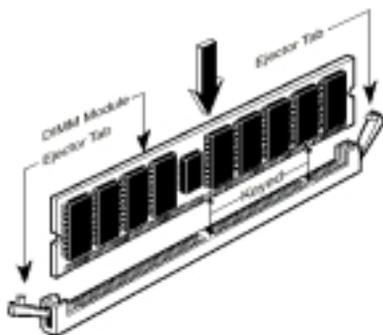

Abb. 2-6. Installation des Speichermoduls
Schritt 5. Setzen Sie das DIMM-Modul wie im Bild gezeigt in den Erweiterungssteckplatz. Achten Sie darauf, wie das Modul im Steckplatz sitzt. Schauen Sie sich Abb. 2-6 für Details an. ***Dies stellt sicher, dass das DIMM-Modul nur auf eine Weise in den Steckplatz eingesetzt werden kann.*** Drücken Sie das DIMM-Modul fest in den DIMM-Steckplatz, bis es komplett und fest darin sitzt.